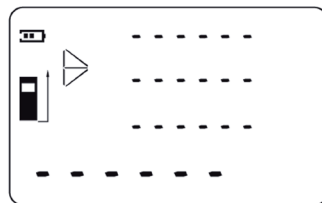

Fig. 20
1. Premere il tasto 4 per passare alla modalità della misurazione doppia con la funzione Pitagora (fig. 20).